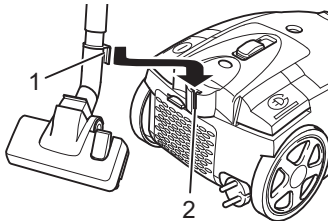

Abb. 15
■ Zum **Abstellen** oder bei Arbeitspausen können Sie den Parkhaken (Abb. 15/1) in die Parkhalterung (Abb. 15/2) einhängen.